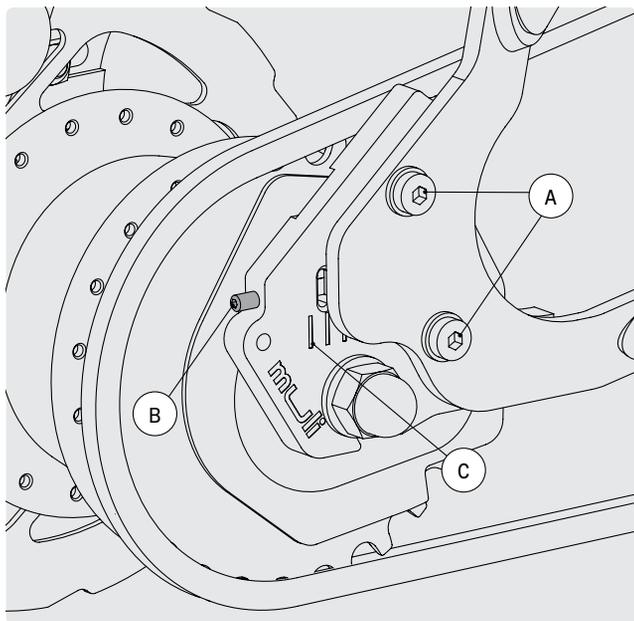

FIG. 48
- 1 Allentare le due viti a brugola M6 A sul supporto del portamozzo con una chiave esagonale da 5 mm (fig. 48).